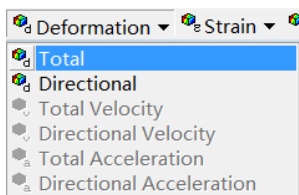

图 7-28 添加变形图
2) 选择 Solution 工具栏中的“Deformation”→“Total”, 如图 7-28 所示, 此时在树结构图中会出现“Total Deformation”选项。